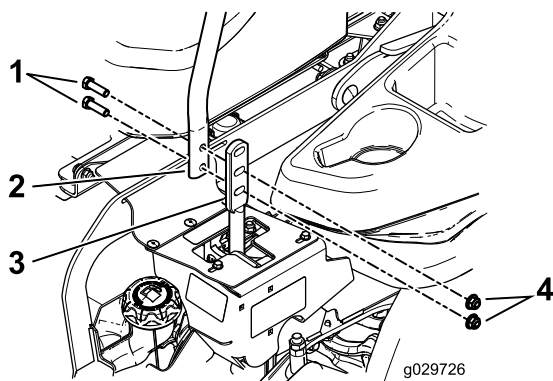

Figura 89
3. Allentate i bulloni e i dadi delle flange montati sulle leve (Figura 89).
4. Allineate le leve latitudinalmente portandole assieme in FOLLE, fatele scorrere finché non sono allineate e serrate i bulloni (Figura 89).